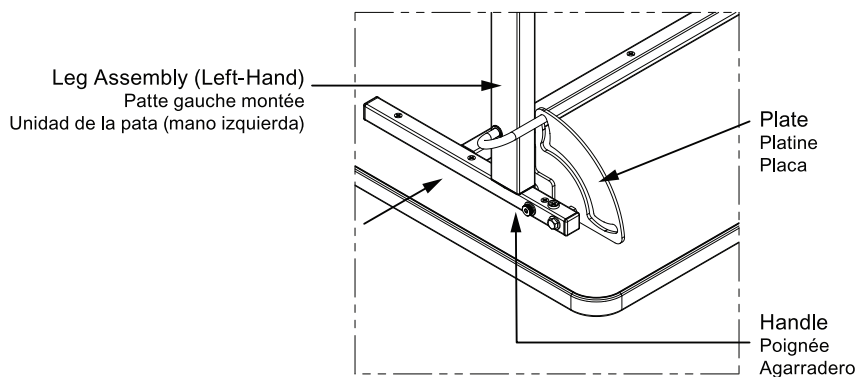

Fig. 6
- The end tip of the handle at other end must be also inserted inside the plastic bushing on the left-hand leg assembly as shown in Fig. 6.
- L'autre extrémité de la poignée doit aussi être insérée dans la douille correspondante, tel qu'illustré à la figure 6.
- La punta del extremo del agarradero en el otro extremo se debe insertar también dentro del casquillo plástico en la unidad de la pata de la mano izquierda como se muestra en la Fig. 6.